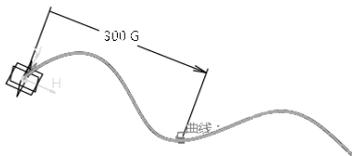

图 3-69
- 测地距离：从参考点到要创建的点，两者之间的最短距离（沿曲线测量的距离），如图3-69所示。